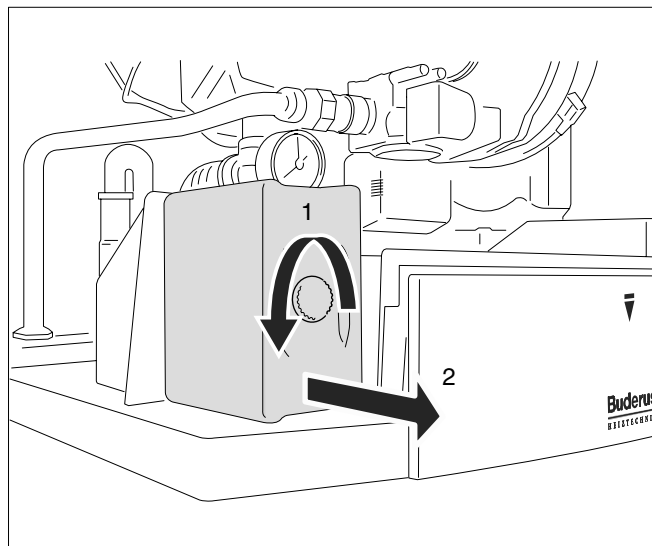

Fig. 67 Demontarea UBA3
- Desfaceți șurubul de fixare a UBA3 (vezi Fig. 67, Poz. 1).
- Trageți UBA3 în față, în direcția indicată de săgeată (vezi Fig. 67, Poz. 2).